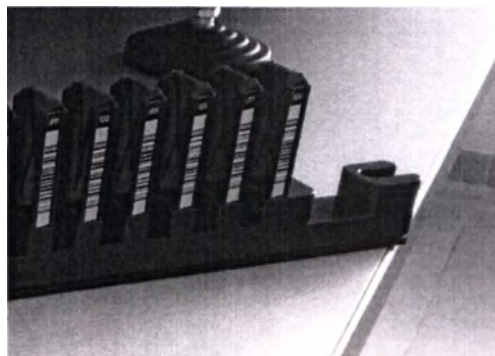

Рисунок 20
6.6.2 Поместите пробирки с образцами в специальные штативы в любом порядке (пробирки вставляйте до упора). Штриховые коды при этом должны находиться слева от оператора (см. рисунок 20) и помещаться в прорезь лунки. Штатив располагается ручкой на себя.